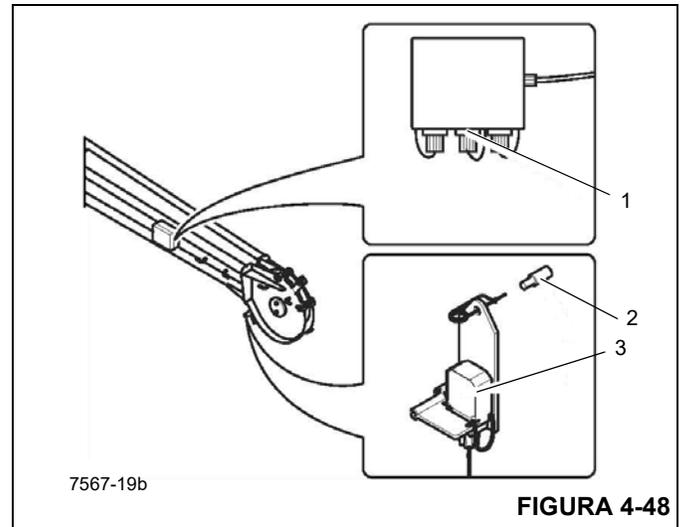

FIGURA 4-48
1. Retire el enchufe del receptáculo (1) (Figura 4-48).
2. Retire el conjunto de interruptor de prevención del contacto entre bloques (3) del pasador (2).